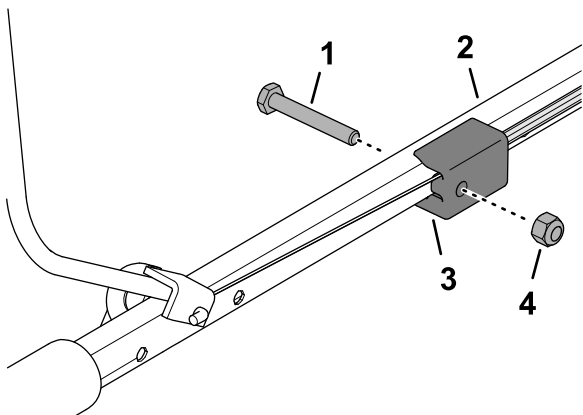

图 13
4. 将操作员到位把手的端部插入手把轻轻挤压把手的另一支脚并将把手插入手把图 13。